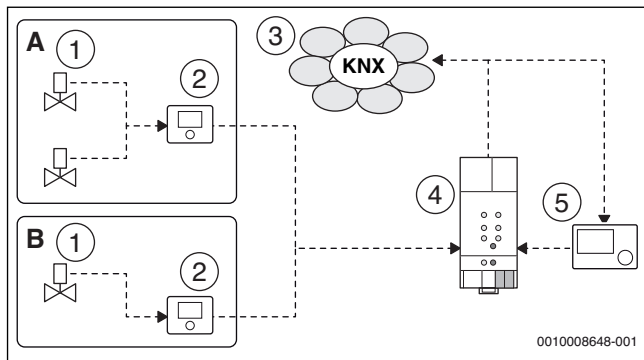

Bild 7 Prinzip der Sollwertberechnung
- Anzahl Stellventile [2]: Anzahl der zugeordneten Stellventile; dementsprechend wird die Anzahl an Kommunikationsobjekte für den Raumsollwert erzeugt, die den KNX-Raumthermostaten zugeordnet werden müssen (→ Bild 7). Es können maximal 10 Stellventile je Heizkreis berücksichtigt werden. Es können maximal 10 Stellventile je Heizkreis berücksichtigt werden. Die höchste aktuell eingestellte Temperatur an den Stellventilen wird als Ergebnis für den maximalen Raumsollwert genutzt.
In einer Anlage gemäß Bild 7 sind folgende Werte gegeben: